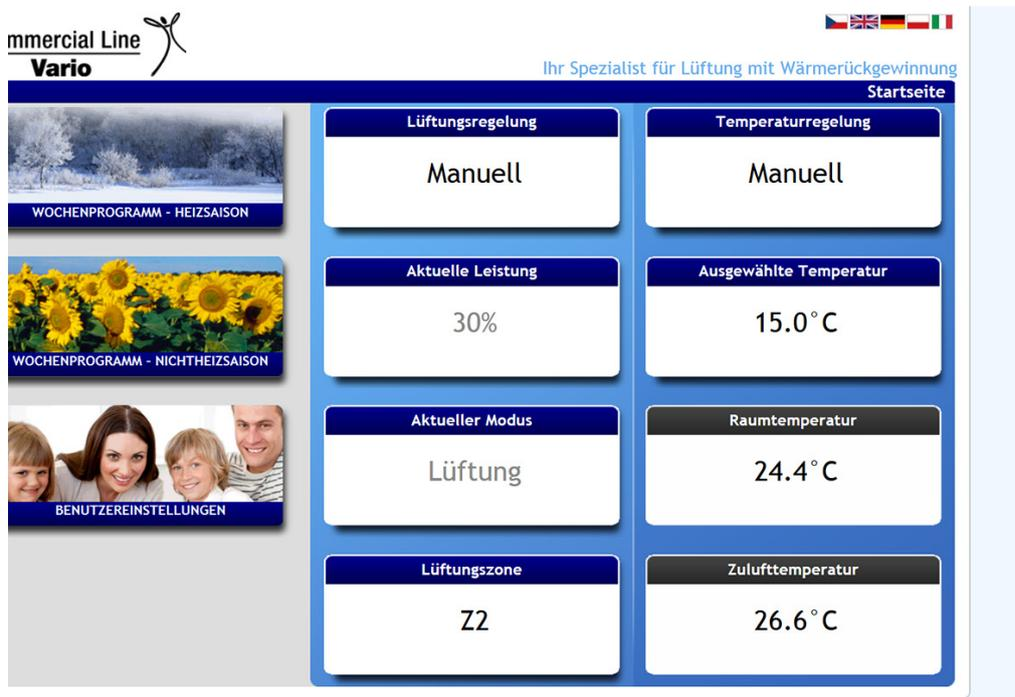

Abbildung 2: Hauptmenü für WEB-Interface
- » Das Hauptmenü zeigt neben Raum- und Zuluft-Temperatur, den Betriebsmodus, die Lüftungsleistung und die Lüftungszone (falls vorhanden) an (siehe auch Abbildung 2).